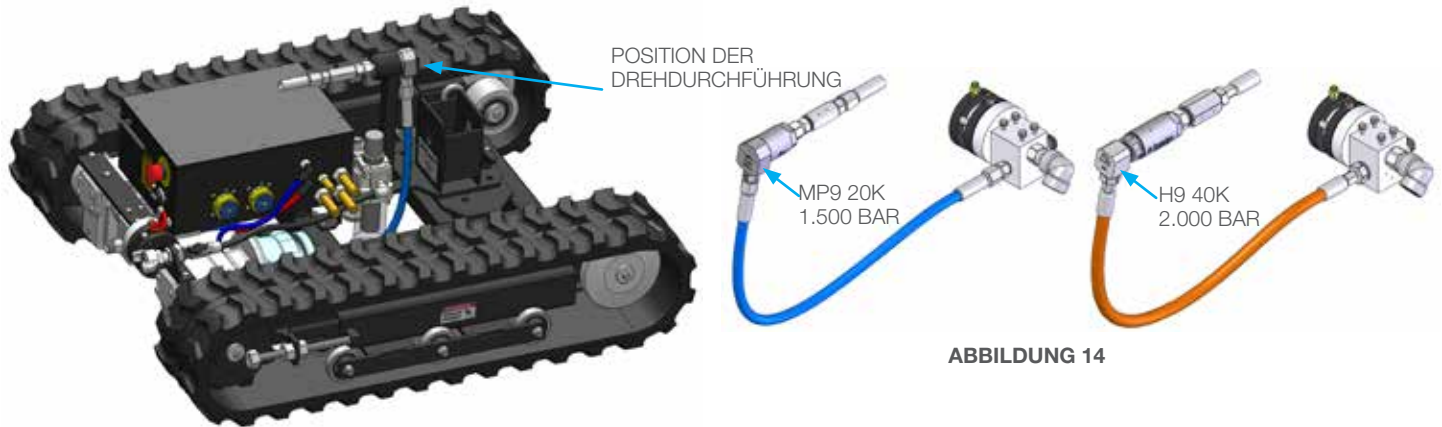

ABBILDUNG 14
14. Das Raupenfahrwerk wird mit einer 20K (1.500 bar) oder einer 40K (2.000 bar) -Drehdurchführung und Einlassbaugruppe geliefert. Weitere Drehdurchführungsbaugruppen sind bei StoneAge Tools® einzeln erhältlich. **(Abbildung 14)**